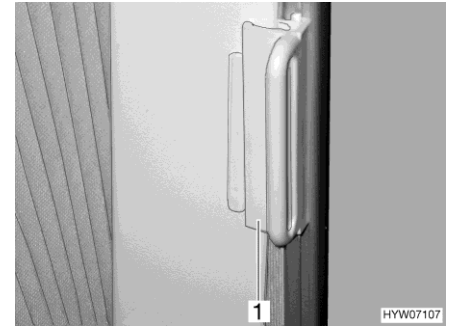

Fig. 46 Verrouillage pour dispositif occultant plissé
- Pousser la poignée (Fig. 46,1) sur la pièce de fixation. Le dispositif occultant plissé est bloqué.